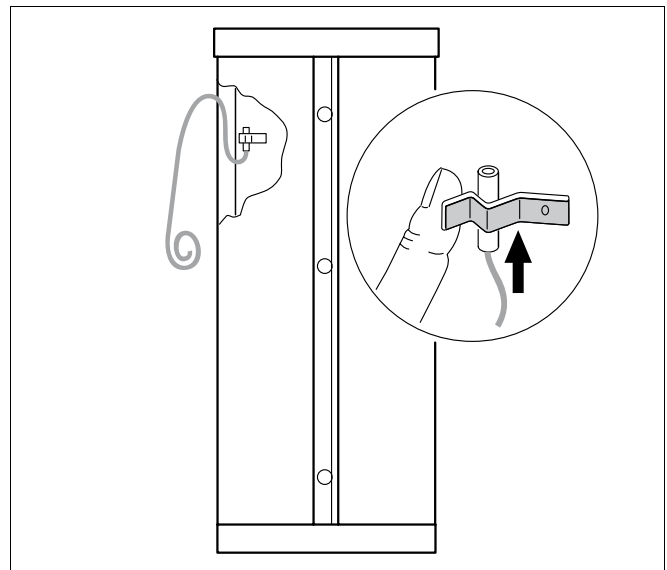

Fig. 8 Montaggio sonde (illustrazione schematica)
- Inserire la sonda nel fermo a molla in modo tale che l'intera superficie di contatto della sonda aderisca al mantello dell'accumulatore (fig. 8).